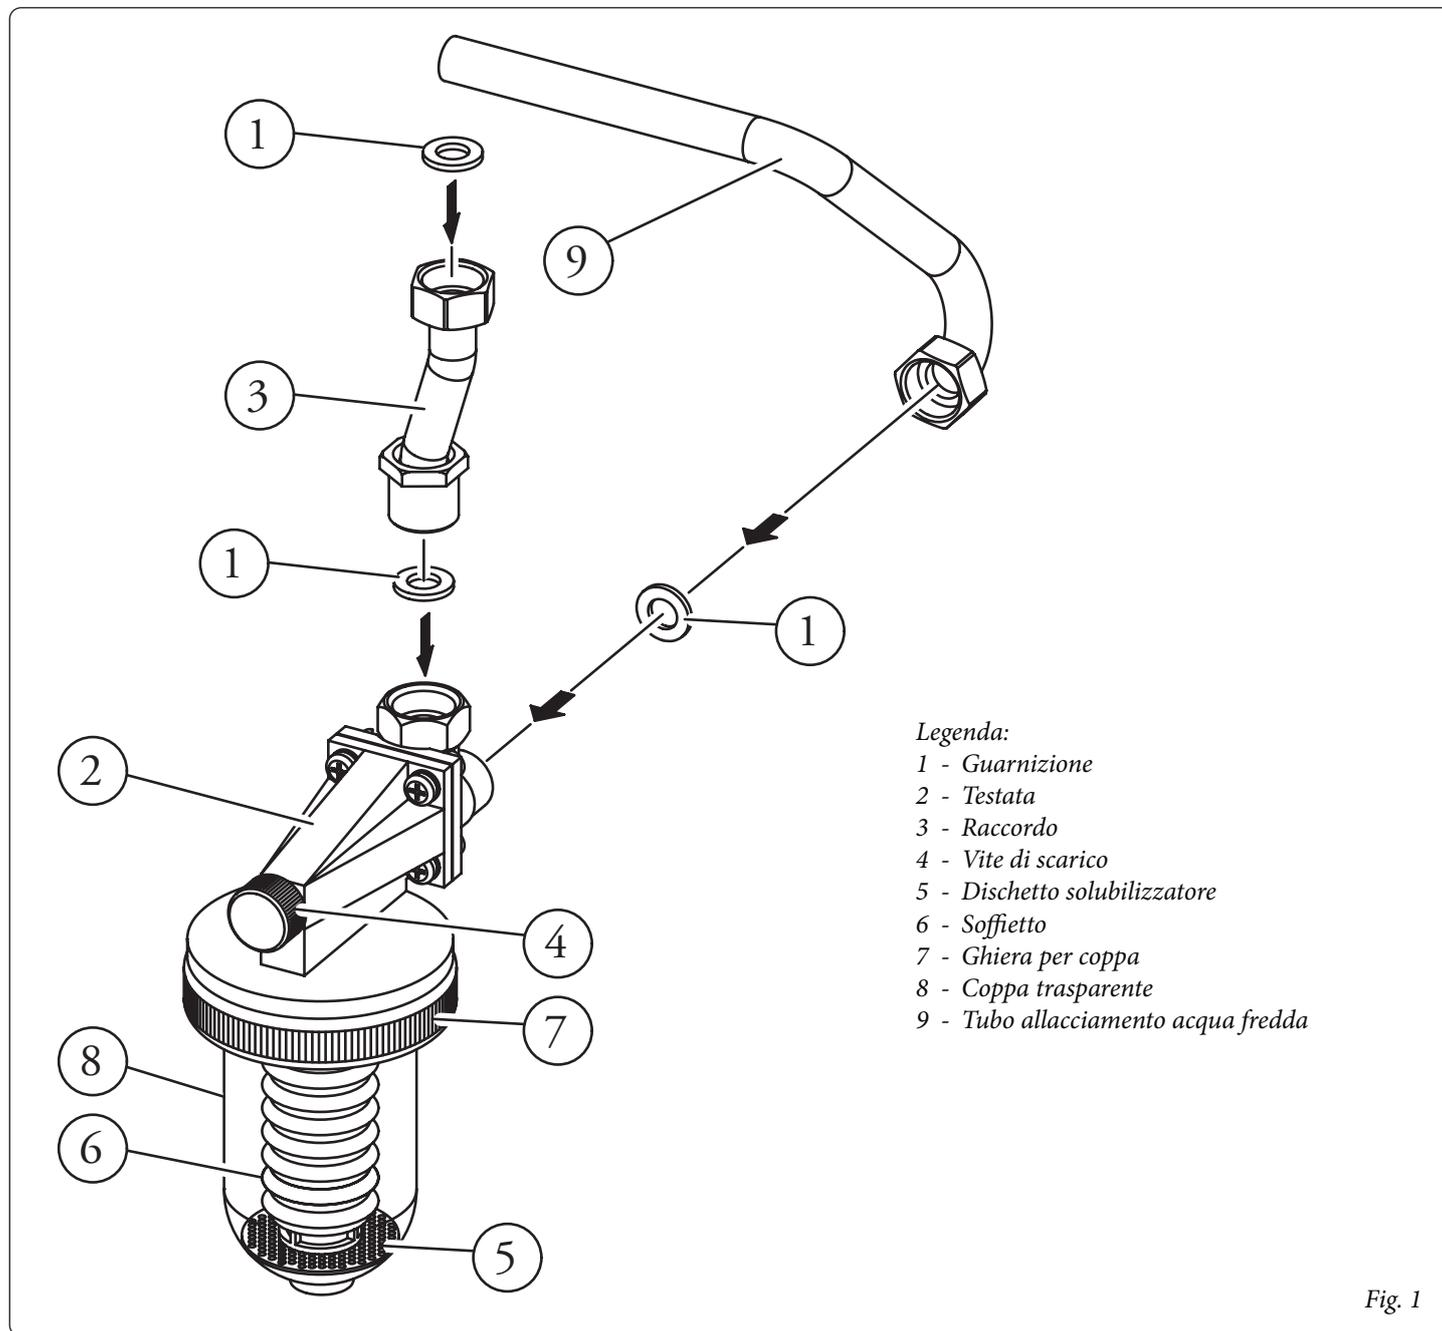

Fig. 1
Premontare senza serrare con forza il raccordo (3) e il tubo (9) alla testata (2). Assicurarsi di interporre le guarnizioni (1) presenti nel kit durante il fissaggio dei componenti descritti precedentemente (vedi Fig. 1).